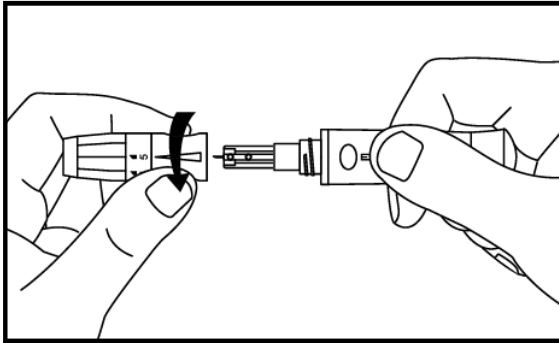

Abb. 25
Schritt 4: Schrauben Sie die Abdeckung wieder vorsichtig auf die Stechhilfe. Vermeiden Sie den Kontakt mit der freiliegenden Nadel. Stellen Sie sicher, dass die Abdeckung vollständig auf der Stechhilfe sitzt. (Siehe Abb. 25)